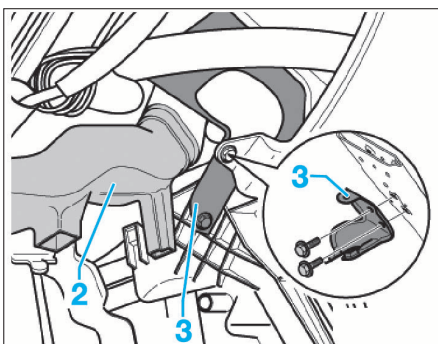
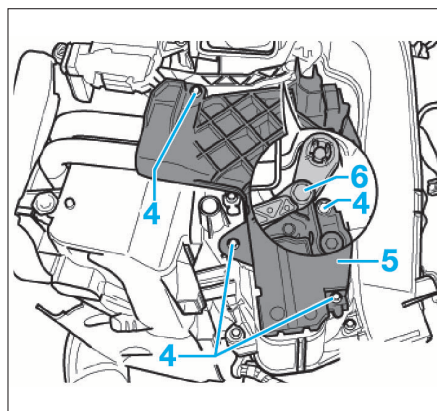

FIG. 17
FIG. 18
- le diffuseur d'air au plancher coté conducteur (Fig.17).
- le support (3).
- Dévisser les 4 vis (4) et retirer le cache (5) (Fig.18).